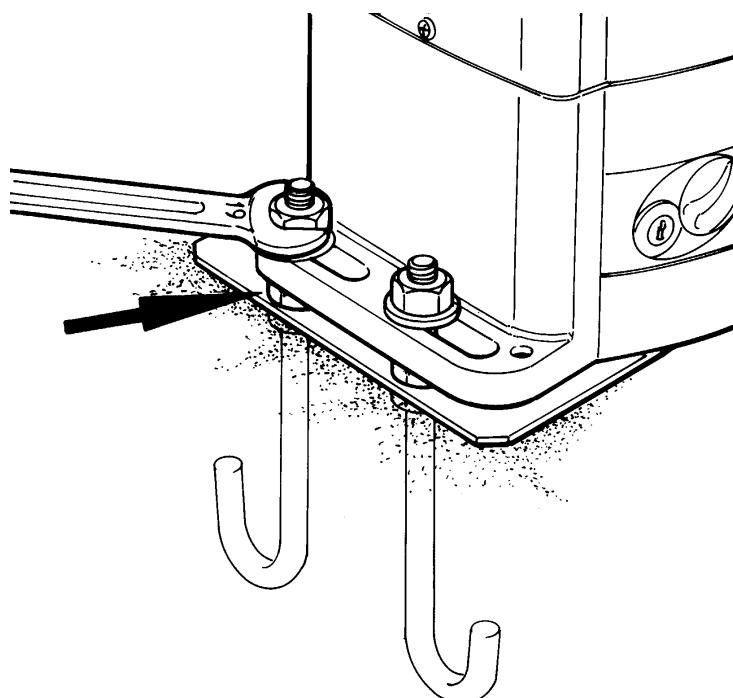

Fig. 10
- Avvitare i 4 dadi bassi qualora si voglia regolare in altezza (max 10 mm) il motoriduttore, altrimenti non utilizzarli. (fig. 10)
- Visser les 4 écrous bas si on désire régler en hauteur le motoréducteur (10 mm maximum), en cas contraire, ne pas les utiliser (fig. 10).
- Die vier flachen Muttern anschrauben (max. 10 mm), falls der Getriebemotor in der Höhe verstellt werden soll, andernfalls die Muttern nicht benutzen, Abb. 10.
- Enrosque las 4 tuercas bajas si desea regular la altura del motorreductor (10 mm. máx.), en caso contrario, no las use (fig. 10).
- Tighten the 4 low nuts if you wish to adjust the height of the gearmotor (10 mm maximum), otherwise do not use them Fig. 10).